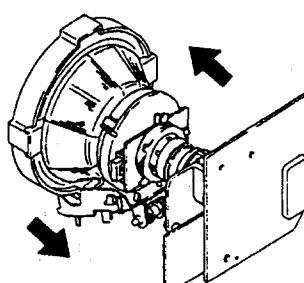

Fig. 3-1
5. Muovete il giogo di deflessione in avanti e regolate in modo che lo schermo intero divenga rosso. (Fig. 3-1)